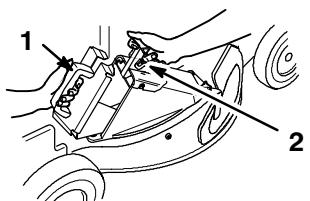

Figure 88
3. Ouvrez le volet d'éjection en tirant la poignée en arrière (Fig. 88) et gardez-le ouvert pendant que vous introduisez l'obturateur.